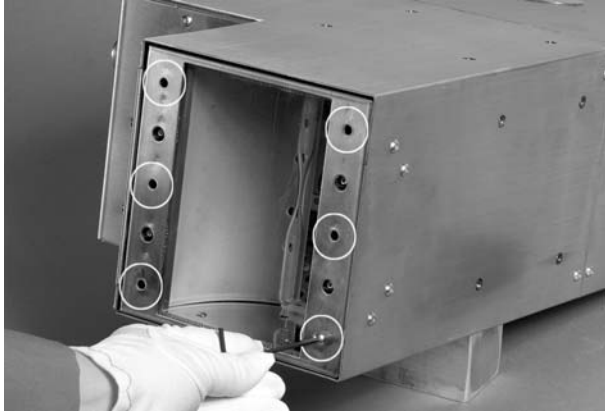

Figura 4-1 Remoção dos parafusos da protecção
2. Consulte a figura 4-1. Rode ou coloque o conjunto de cabeça de lâmpada de modo que a área total da lâmpada fique exposta e acessível.